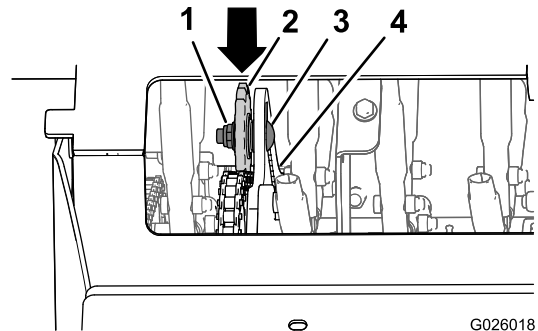

Figura 73
4. Afloje la contratuerca y el perno de cuello cuadrado que sujetan el piñón del tensor (Figura 73).
- Presione hacia abajo y hacia adelante sobre el piñón para aumentar la tensión de la cadena, según se muestra en la Figura 73.